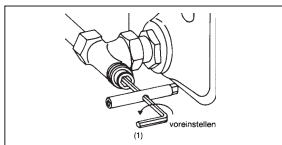

Abb. 4 Voreinstellung Verschraubung
3. Nun Ventilkegel mit dem Sechskantschlüssel SW 6 (1) entsprechend den lt. Diagramm gewählten Umdrehungen durch Linksdrehen voreinstellen (Abb. 4).